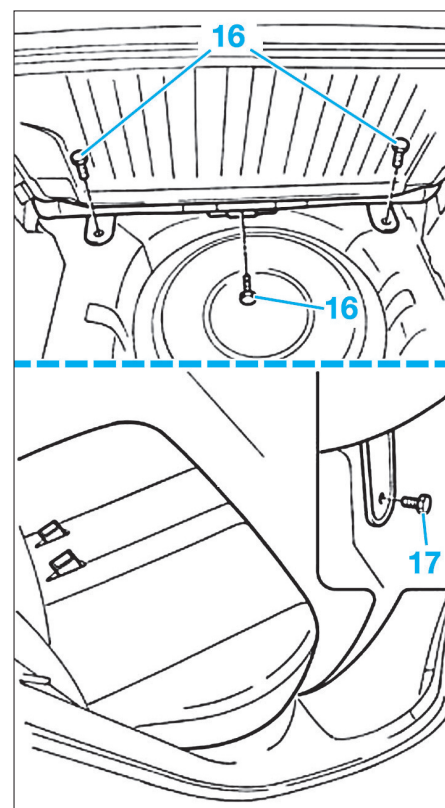

FIG. 59
- les vis (16) et (17) (Fig.59).